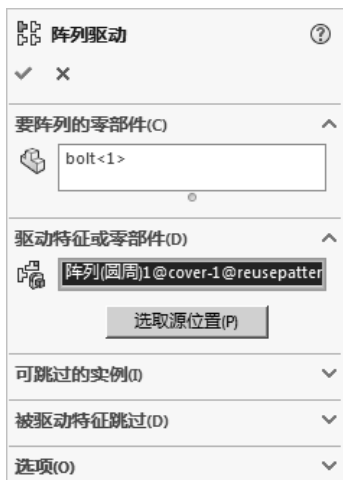

图 7.5.8 “阵列驱动”对话框
Step2. 选择命令。选择下拉菜单 **插入(I)**  **零部件阵列(P)...**   **图案驱动(P)...** 命令, 系统弹出如图 7.5.8 所示的“阵列驱动”对话框。